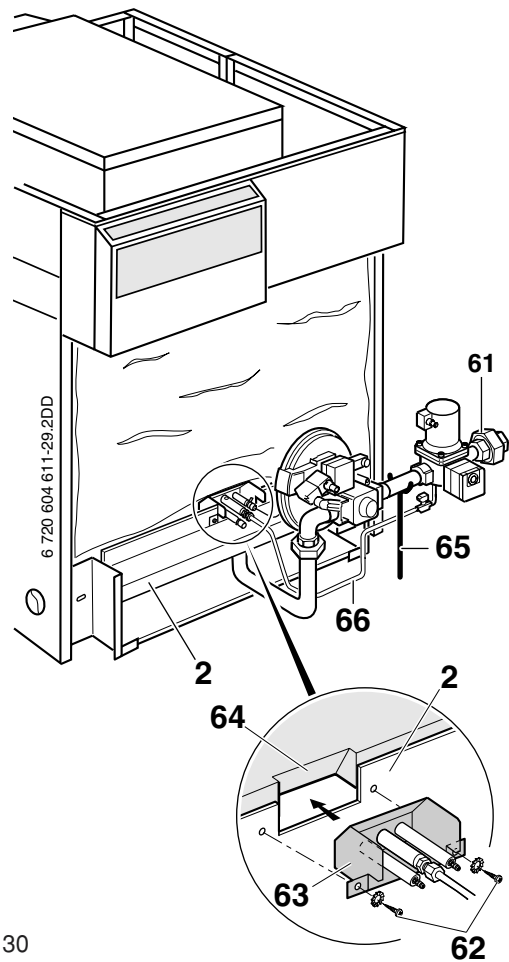

Bild 30
- Die zwei unteren Seitenteilhalter (23) ansetzen und diese jeweils mittels drei Muttern (M 5, SW 8) mit Zahnscheiben festschrauben.
- Die Brennergruppe (2) in die vorgesehene Führungsschiene (24) im Feuerraumkasten (4) einschieben und mittels der vier Muttern (M 6, SW 10) mit Zahnscheiben (3) festschrauben.
- Das Feuerraumbodenschutzblech (1) unterhalb der Brennergruppe (2) bis zum Anschlag einschieben.
- Empfehlung:** Gasstraße (61) erst ab Bild 30 montieren.